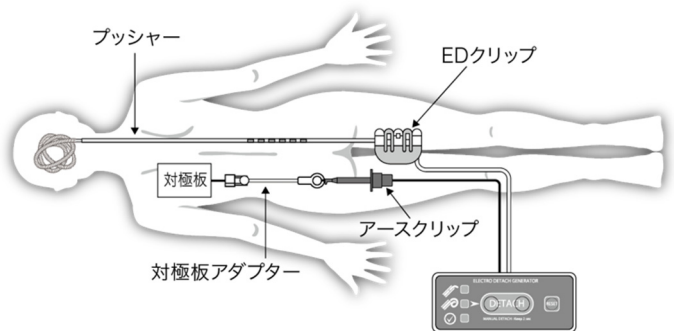
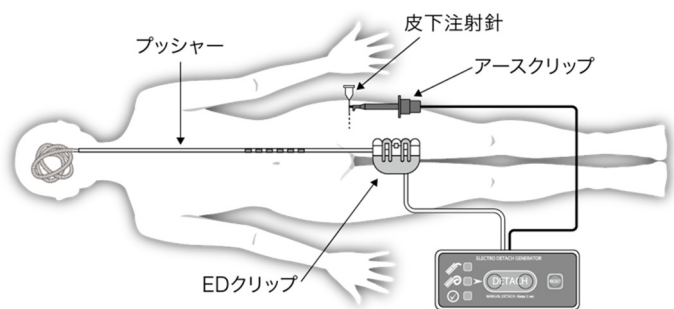
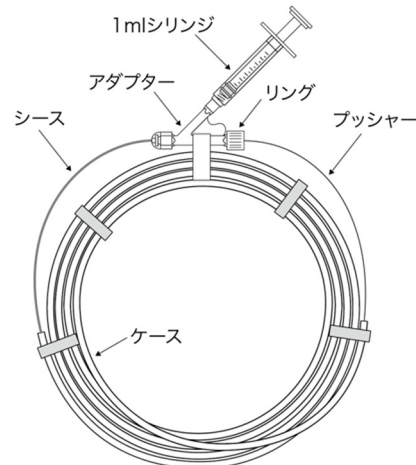

図 4. 対極板を使用する場合の接続様式概略図
図 5. 皮下注射針を使用する場合の接続様式概略図
図 6. PVA ロッドの膨潤方法概略図
- ② マイクロカテーテルのハブに Y アダプターを取り付け、Y アダプターのサイドポートから加圧バックにより加圧されたヘパリン加生理食塩液を持続灌流させる。
- ③ マイクロカテーテルを目的の血管まで挿入する。
- ④ 離脱装置の POWER ON リボンを引き抜き、電源を入れる。
- ⑤ 離脱装置に予め接続されている對極板アダプターと對極板のコードを接続する。(図 4)
- 患者側アースに皮下注射針を使用する場合は、離脱装置のアースクリップ (黒) に予め接続されている對極板アダプターを外し、アースクリップ (黒) を皮下注射針に接続する。(図 5)
- ⑥ 血管造影図を参考に病変部に適したサイズのコイルを選択する。
- ⑦ 液漏れしないようにアダプターのリングを締めて、図 6 の通り、アダプターからシース内にヘパリン加生理食塩液を 1ml 程度注入して、PVA ロッドを膨潤させる。
4. (3)本品の挿入②において白金コイルとプッシャーが接触している場合は使用しないこと。〔白金コイルが患部に正常に留置されていない状態で緑ランプが点灯し、誤離脱させるおそれがある。〕
5. X 線透視下でマイクロカテーテルの第 2 マーカー（手元側）とプッシャーの造影マーカー後端が重なっているにも関わらず、離脱装置の赤ランプが緑ランプに変わらない場合は、図 4 又は図 5 の各接続部を確認すること。接続に異常が無い場合は、本品の不具合の可能性があるため、本品を交換すること。